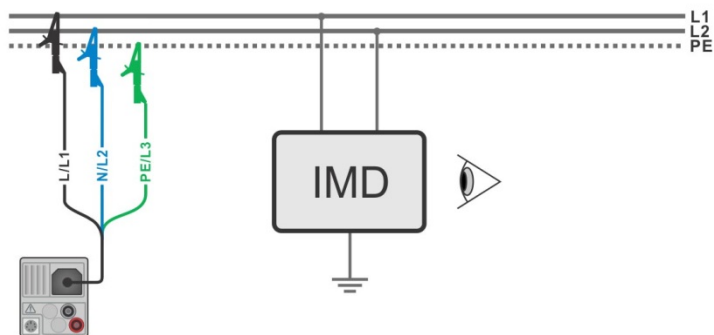

Рисунок 8.13: Измерение AUTO IT.
- Подключите измерительные провода к испытываемому объекту, см. **Рисунок 8.13: Измерение AUTO IT**.